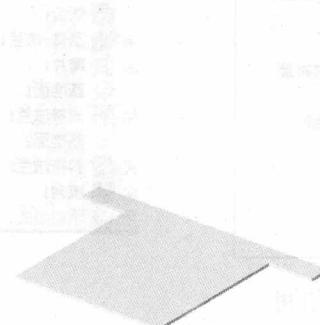

图 1.2 基体-法兰 1
Step2. 创建图 1.2 所示的钣金基础特征——基体-法兰 1。
(1) 选择命令。选择下拉菜单 **插入(I)** → **钣金(B)** → **基体法兰(A)...** 命令(或单击“钣金”工具栏上的“基体法兰/薄片”按钮 )。
(2) 定义特征的横断面草图。
① 定义草图基准面。选取前视基准面作为草图基准面。